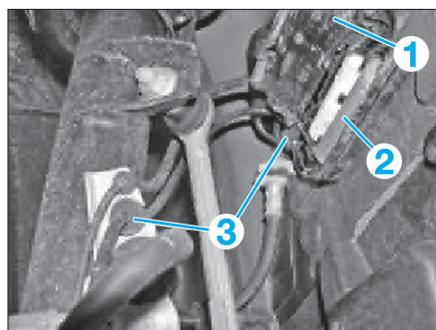

Fig. 39
- Ouvrir le boîtier (1) et extraire le connecteur (2) de sa fixation, le débrancher (Fig.39).
- Tirer le câble et le passe-câble en caoutchouc hors des ancrages (3).